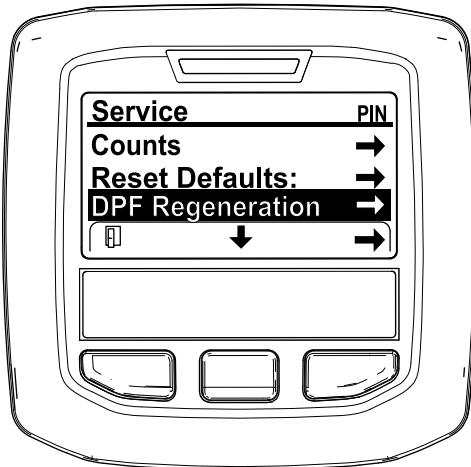

図 38
- 整備メニュー SERVICE MENU で、中央ボタンを押して DPF 再生 DPF REGENERATION へ移動し、右ボタンで DPF 再生 DPF REGENERATION を選択する 図 38。